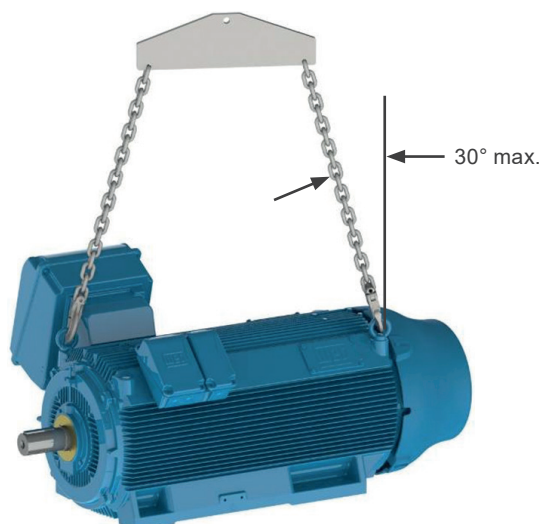

Figura 4.5: Angolo massimo risultante per motori orizzontali HGF, W40, W50 e W51 HD
- Per i motori HGF, W40, W50 e W51 HD, come illustrato nella Figura 4.5 a pagina 4-3, l'angolo massimo risultante non deve superare i 30° rispetto all'asse verticale.